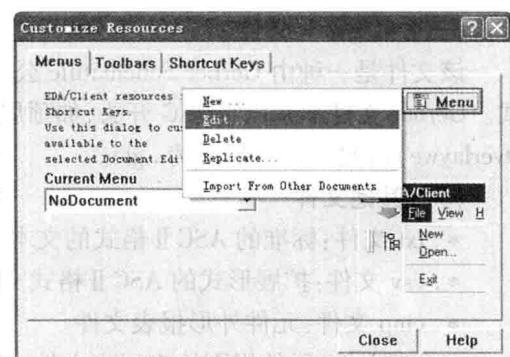

图 1-17 定制资源对话框
(2) 单击后, 弹出如图 1-17 所示的 Customize Resources 对话框, 选择 Menus 标签, 单击 Menu 按钮。